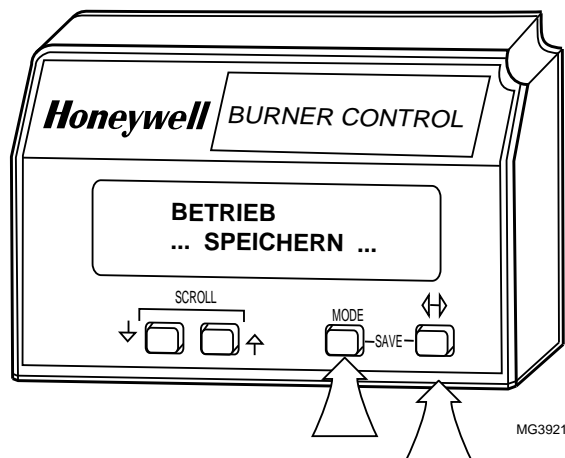

Abb. 21. Speicherfunktion SAVE.
④ Speicherfunktion SAVE (siehe Abb. 21)